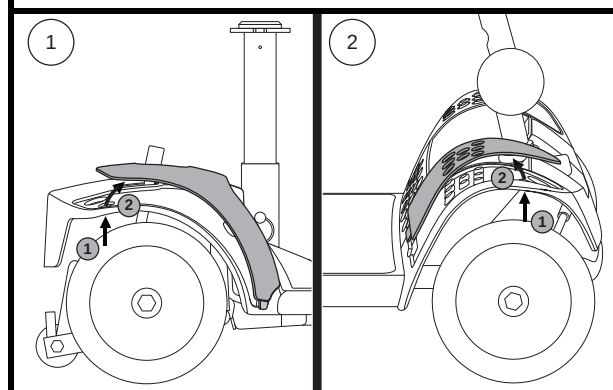

Figure 11. Panneau aile
2. Poussez dans l'orifice afin de séparer le panneau du Travel Scooter. **Voir la figure 11.**
NOTE: Lors de l'installation des panneaux d'ailes arrière et avant, assurez-vous de bien insérer l'onglet dans sa fente avant de fixer le panneau en place. **Voir la figure 11.**